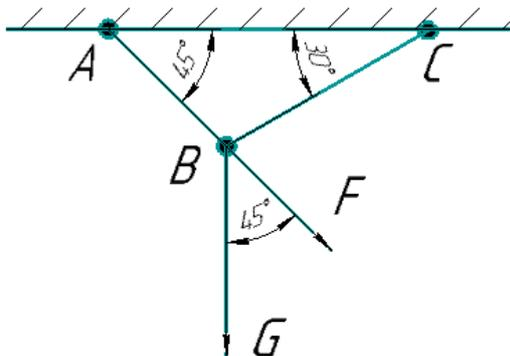

Рисунок 7
1. Выполните чертеж с транспортиром (рис. 7).